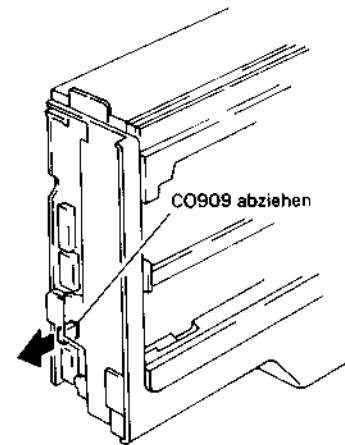

Abb. 2.7 Ausbau des rechten Gehäuses
Ausbau des rechten Gehäuses (Abb. 2.7, 2.8, 2.9)
7. Den Stecker CN909 abziehen (siehe Abb. 2.7).